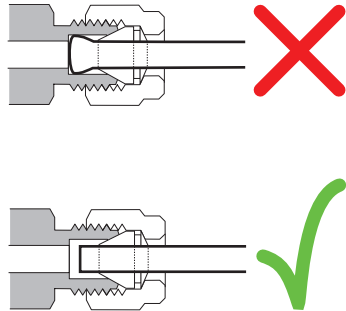

Figura 18. Conexão concluída
- 9 As conexões acopladas correta e incorretamente são mostradas na **Figura 18**. Observe que a extremidade da tubulação em uma conexão corretamente acoplada não é esmagada e não interfere com a ação das anilhas.